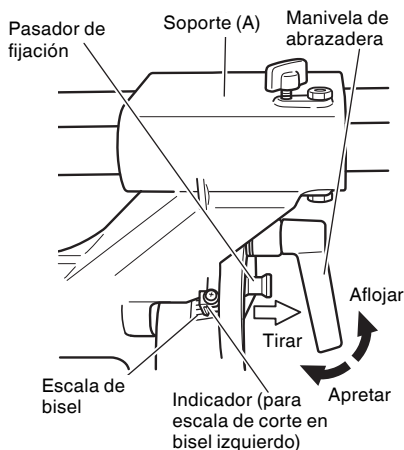

Fig. 29
- (1) Afloje la manivela de abrazadera e incline la hoja de sierra hacia la izquierda o la derecha. Cuando incline la cabeza del motor hacia la derecha tire del pasador de fijación hacia la parte posterior. La palanca de fijación adopta el sistema de enganche. Cuando el banco de trabajo entra en contacto con el cuerpo principal, tire de la palanca de fijación en la dirección de la flecha tal como se observa en la Fig. 29, y cambie la dirección de la palanca de fijación.
- (2) Ajuste el ángulo de inclinación hasta el valor deseado observando la escala de ángulos de bisel y el indicador, y después asegure la manivela de la abrazadera.
- (3) Siga los procedimientos indicados en los párrafos 4, 5 y 6 anteriores. Con respecto a las dimensiones máximas para biselado, consulte "ESPECIFICACIONES" de la página 64.